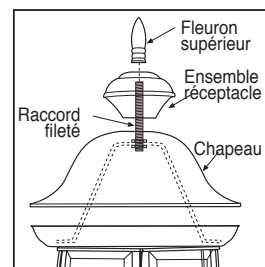

Figure 3
- Si le chapeau est à montage à manille, dévisser le fleuron supérieur pour enlever l'ensemble réceptacle et le chapeau du raccord fileté. Mettre la ou les ampoules en place. Refixer le chapeau, l'ensemble réceptacle et le fleuron supérieur (voir la figure 3).